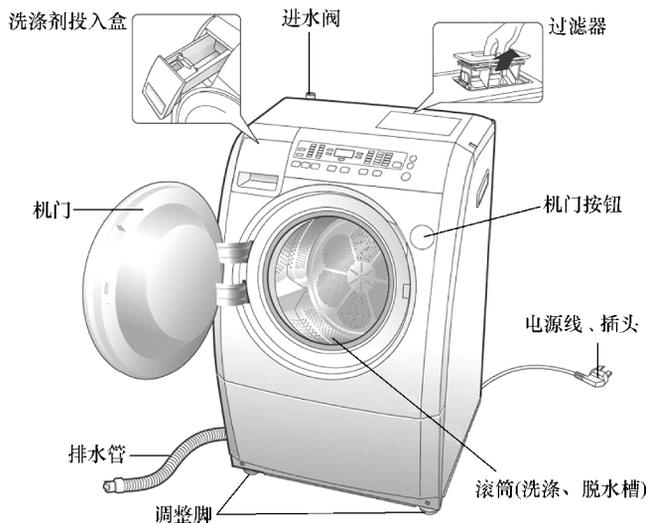

图 6-87 松下 XQG72 - VD72GS 型滚筒洗衣干衣机外形结构
**【附注】**松下 XQG72 - VD72GS 型滚筒洗衣干衣机外形结构如图 6-87 所示。